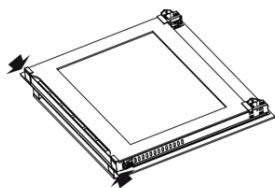

Imagen 3
- Abra completamente la puerta y presione hacia abajo los cierres de plástico situados a ambos lados de la puerta (imagen 3).